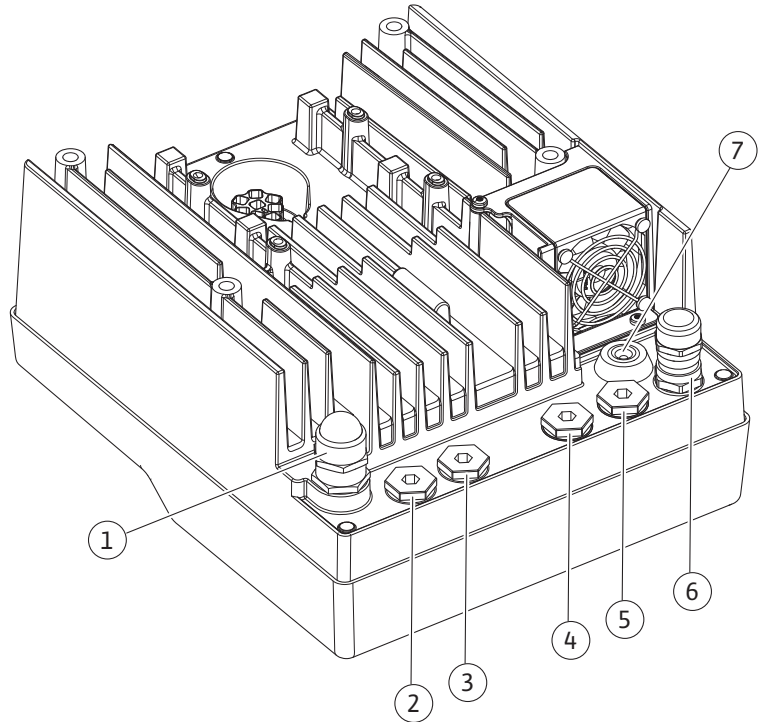

Fig. 8: 케이블 글랜드/케이블 연결부
- 빌딩 자동화의 CIF 모듈(버스 통신): 차폐는 전자 모듈의 케이블 부상에 연결됩니다 (Fig. 8).
4. 연결 케이블은 케이블 글랜드 M25(Fig. 8, 1번)를 통해 연결하십시오. 케이블 글랜드를 규정된 토크로 조이십시오.